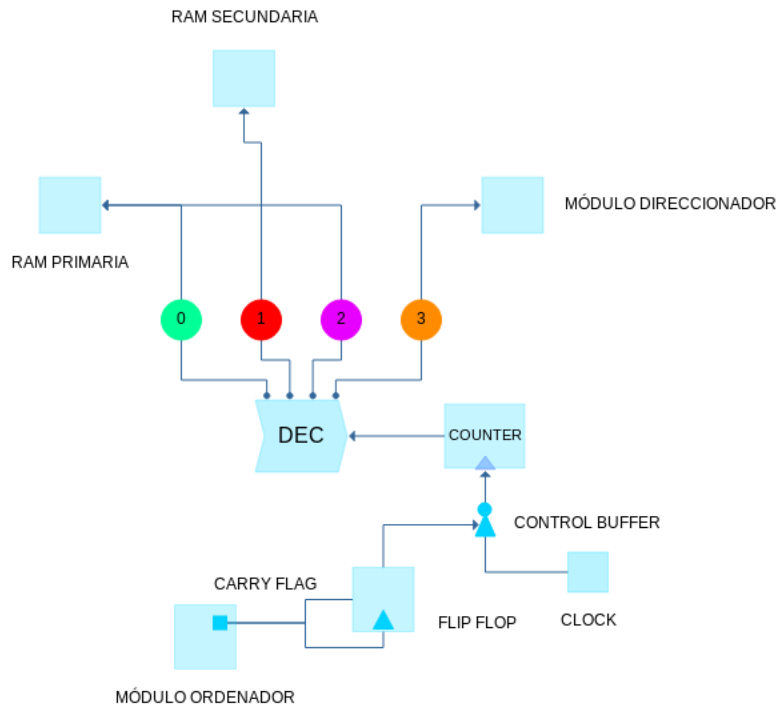

Figura 5: Diseño de la unidad de control
El módulo de control es el encargado de orquestar las etapas de ejecución del programa que, como se ilustra en la figura 5, son las siguientes: (0) leer un símbolo de la memoria *RAM*, (1) buscar una instrucción, (2) escribir en la memoria *RAM* y cambiar de estado, y (3) desplazarse en la memoria *RAM*.